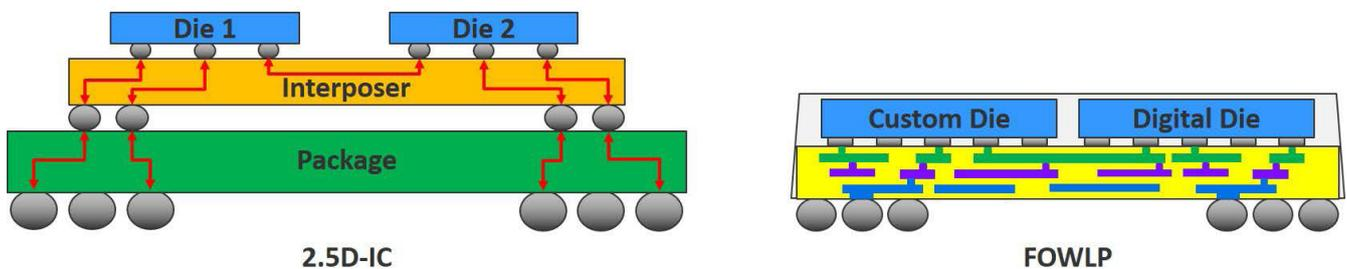

图 1: 基于中介层的 2.5D IC 和 FOWLP 设计是最常用的 HDAP 技术。
高密度先进封装 (HDAP) 设计如今已成为真实的产品。过去十年里, HDAP 技术的所有变化形式都承诺通过集成使用不同技术节点构建的多个集成电路 (IC) 芯片 (异构集成), 来获得改进的外形参数和功能。图 1 显示了两种流行的 HDAP 技术: 2.5D (中介层) 和扇外型晶圆级封装 (FOWLP) 设计。